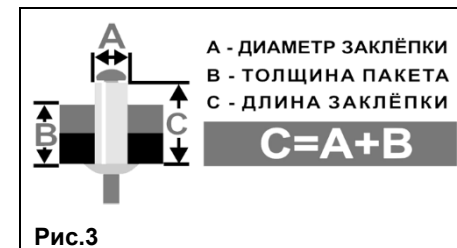

Рис.3
- 6.4.2. Для грамотного подбора заклепки воспользуйтесь формулой на Рис. 3.